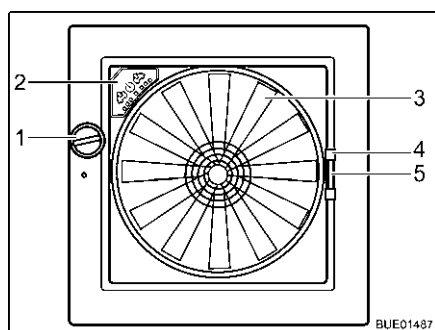

Fig. 89 Clarabóia Omni-Vent
- Gire o botão rotativo (Fig. 89,1), até ter atingido o ângulo de abertura pretendido.
- Gire o botão rotativo (Fig. 89,1) até a clarabóia estar completamente fechada.
- Puxe a mosquiteira pelo manípulo (Fig. 89,4) para o lado oposto da moldura.
- Comprima o manípulo (Fig. 89,5) do dispositivo de escurecimento.
Se a clarabóia estiver aberta, o ventilador de 6 níveis (Fig. 89,3) permite ventilar e extrair o ar da zona interior. O ventilador é operado no painel de controlo (Fig. 89,2).